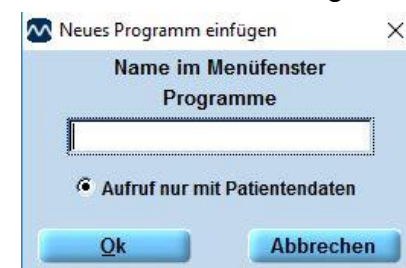
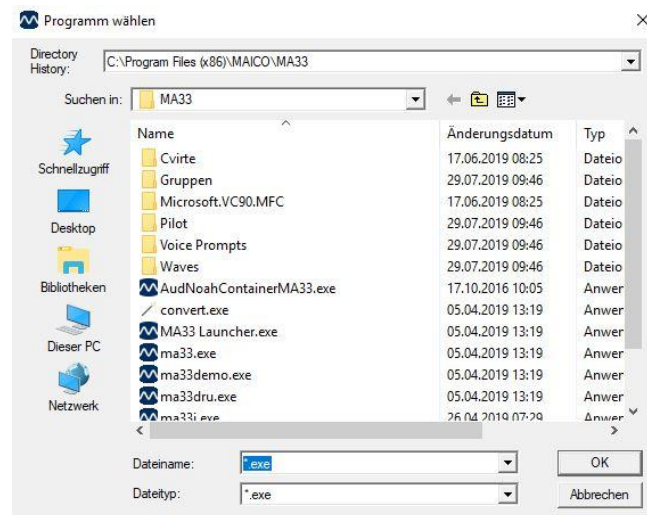

Abbildung 22
Abbildung 24
1. Es erscheint das folgende Fenster (Abbildung 22):
3. Es erscheint das folgende Fenster (Abbildung 22). Öffnen Sie den Ordner **MA 33** und wählen Sie die Datei **ma33i.exe** für das Programm, das zur Datenbank hinzugefügt wird. Klicken Sie auf **OK** (Abbildung 24).